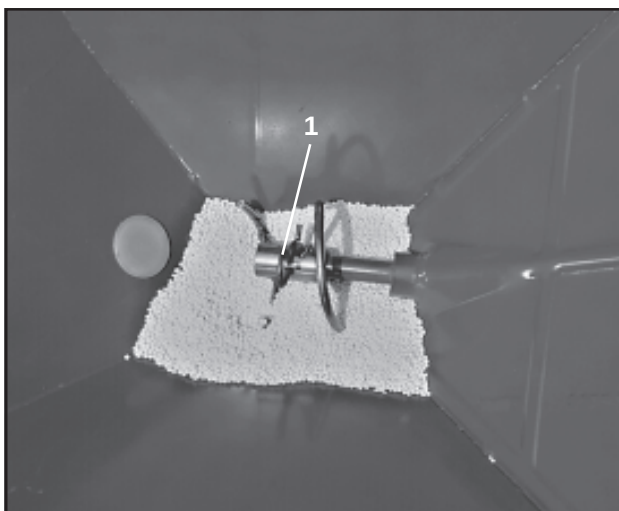

Fig. 9.5
2. La sécurité à cisaillement protégeant l'arbre d'agitateur est assurée par la goupille Beta de l'agitateur spirale (fig. 9.5/1).